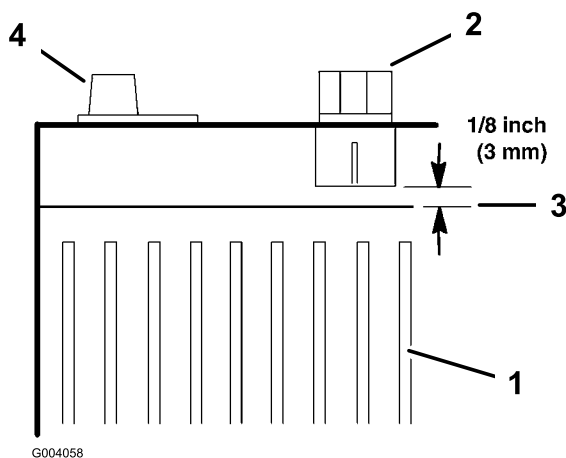

Bild 36
7. Füllen Sie genug destilliertes Wasser ein, sodass die Batteriesäure 3 mm unter der Unterseite jedes Einfüllstützens reicht (Bild 36).